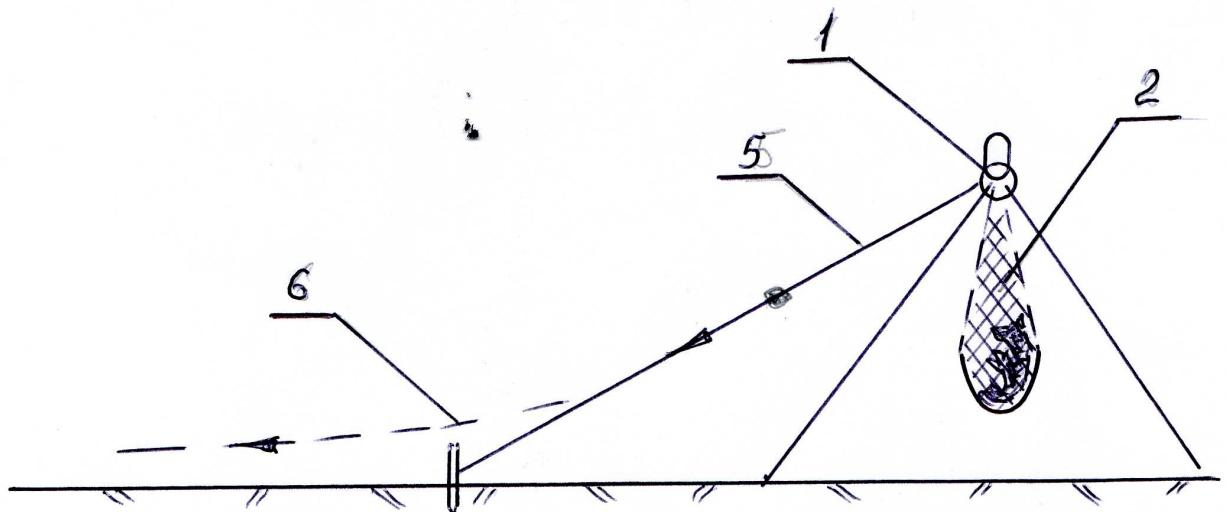

Рис.3. «Срабатывание» приспособления при отлове животного
- 5.5. На середину сети устанавливается прикорм 7. Ловец ждет, когда животное зайдет в центр сети, и, схватив конец шнура-фала, резко убегает в направлении от сети. Шнур-фал вытягивает подъемные шнуры. Животное оказывается подвешенным в мешке 8(рис.3).